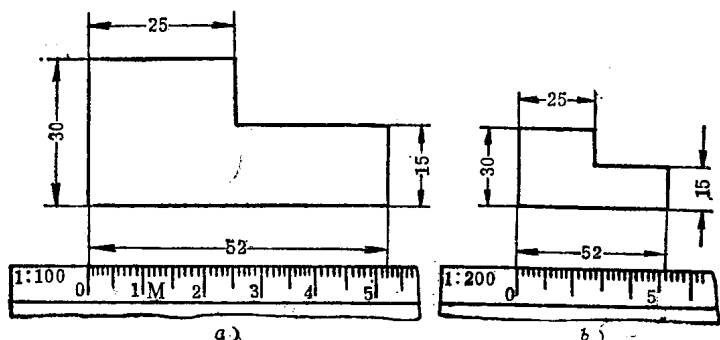

图2 不同比例图形的尺寸注法
2. 工作图上的尺寸,应该按零件的实际大小来注写,尺寸数字永远表示零件的实际大小。识别零件的大小,也是根据图中所注的尺寸数字为依据,与工作图的比例和绘图的准确度无关。如图2所示。图2a的比例是1:1,图2b的比例是1:2,两个图所用的比例虽不同,图形的大小也不一样,但图上所注的尺寸数值应该是一样的。